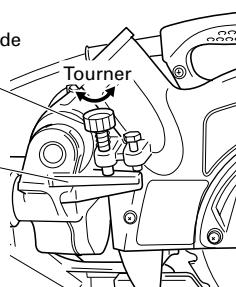

Fig. 11
Pour régler la position limite inférieure de la lame de scie, procéder aux opérations (1) de la figure 11.
- (1) Abaisser la tête du moteur et tourner le boulon de 6 mm de réglage de profondeur et régler de manière qu'il y ait un jeu de  $5/64"$  à  $1/8"$  (2 à 3 mm) entre la position limite inférieure de la tête du moteur et le dessus de la pièce pour la position limite inférieure de la lame de scie position où la tête du boulon de 6 mm de réglage de profondeur vient en contact avec la charnière.